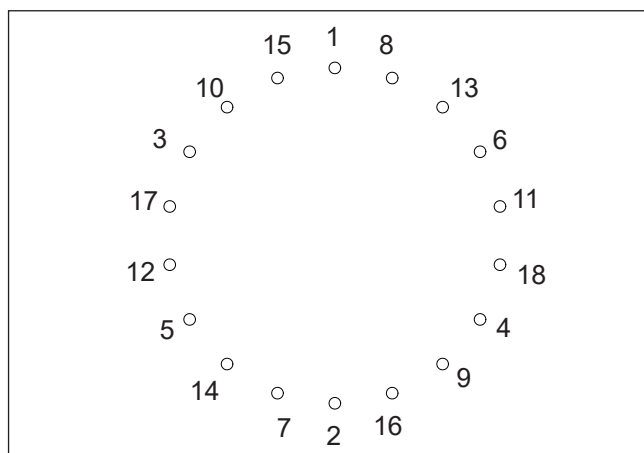

Figura 6.3 —
- a. Ajuste los tornillos con un valor de apriete de 75 pies-libras (102 N•m), usando el patrón alternativo en forma de estrella indicado en la Figura 6.3.